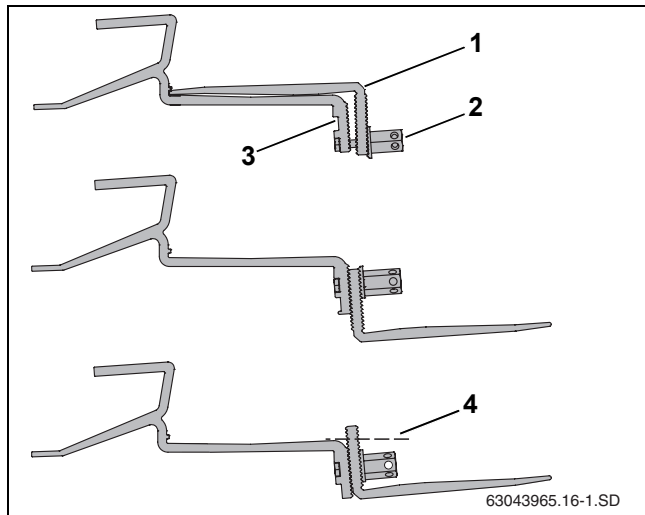

Fig. 16 Volver a posicionar la parte inferior de los ganchos de tejado
- ▶ Suelte la tuerca hexagonal larga (Fig. 16, [2]).
- ▶ Introduzca el tornillo en el orificio superior (Fig. 16, [3]).
- ▶ Fije sin apretar la parte inferior del gancho de tejado (Fig. 16, [1]). No apriete aún la unión.